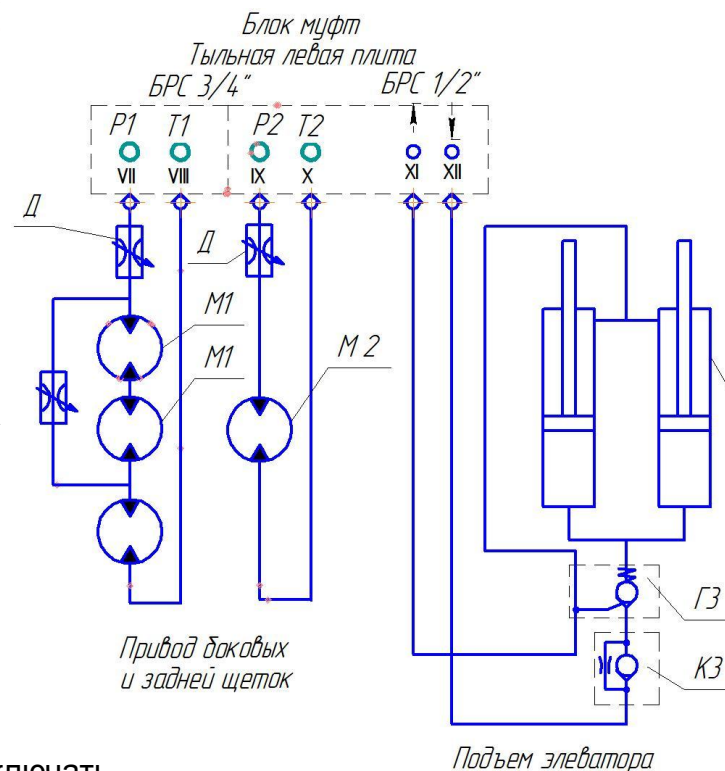

Рис.42. Схема гидравлическая.
5. Подключите гидравлические разъёмы (БРС) в соответствии со схемами Рис.42 и Рис.24. Проверьте правильность подключения БРС при помощи включения клавиш на панели управления Рис.8. (на работающем ДВС с включенной КОМ). Вращение щеток клавиша «СЩ», вращение элеватора «ПО», подъём-опускание «Комбайн» Рис.9.